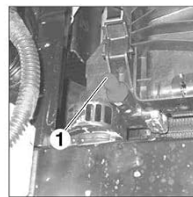

FIG. 16
- Svitare la vite di scarico (1) sotto il radiatore, a sinistra (Fig. 16).
- Anallare la vite di scarico (1).